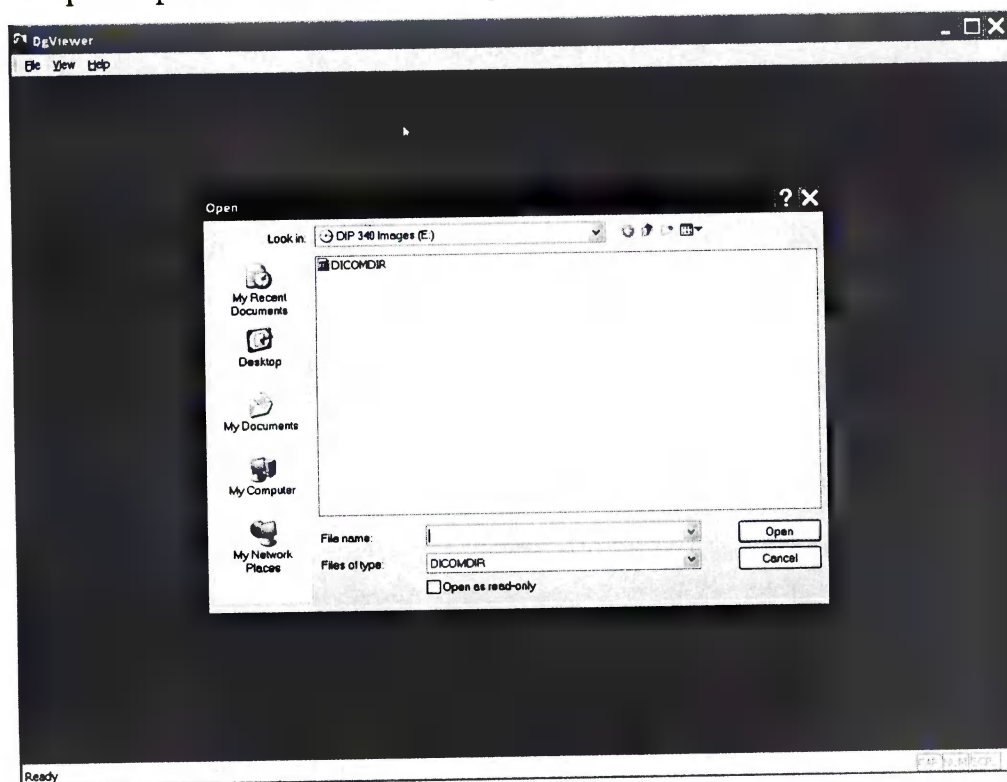

Рисунок 186
- выберите файл **DicomDir** и откройте его (**Open**) (см. рисунок 186).